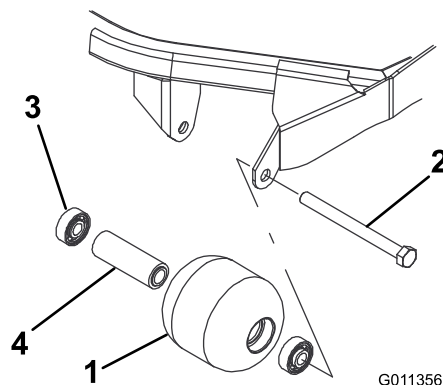

Figura 20
1. Retire el perno de montaje del rodillo (Figura 20).
4. Inspeccione el alojamiento del rodillo, los cojinetes, y el espaciador del cojinete (Figura 20) Sustituya cualquier componente dañado y móntelos.
1. Introduzca a presión el primer cojinete en el alojamiento del rodillo (Figura 20). Haga presión solamente sobre el anillo de rodadura exterior, o de forma igual sobre el anillo exterior y el interior.
2. Introduzca el espaciador (Figura 20).
3. Introduzca a presión el segundo cojinete en el alojamiento del rodillo (Figura 20). Presione de manera uniforme sobre el anillo de rodadura interior y el exterior hasta que el anillo de rodadura interior entre en contacto con el espaciador.